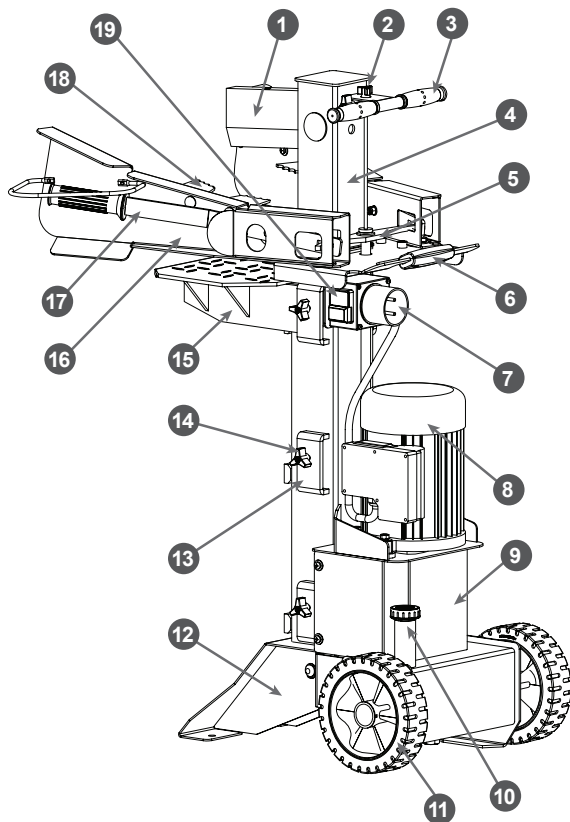

Рис. 1 Расположение основных узлов и органов управления древокола
Расположение основных узлов и органов управления древокола представлено на Рис. 1.
13. Проверьте работу выключателя. Включение и выключение дровокола производится выключателем 19 (Рис.1). При включении подвижная